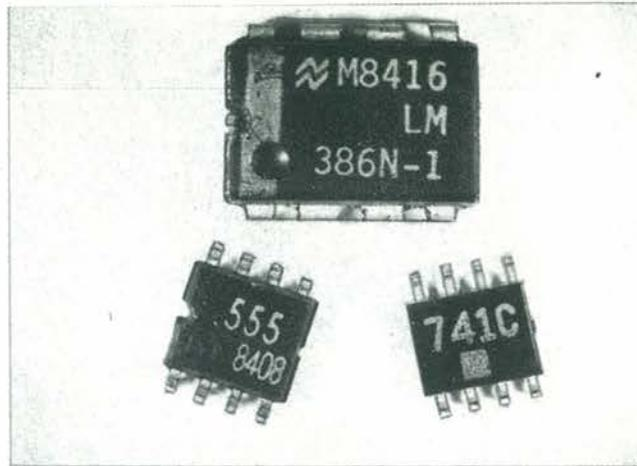
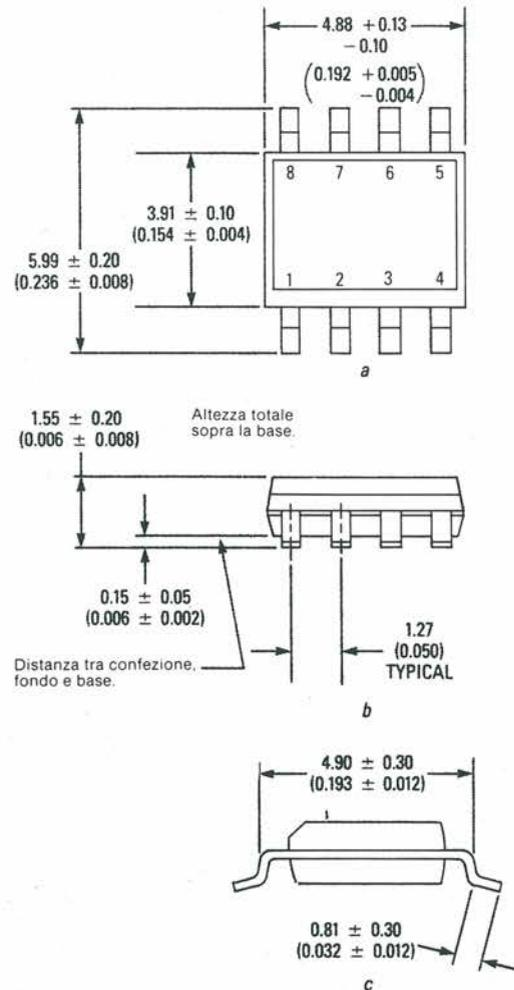

Figura 7.
Figura 8. Vista dall'alto (a), vista laterale (b) e vista frontale (c) del circuito SO a 8 piedini della Texas Instruments.
Vari tipi di induttori e trasformatori toroidali senza terminali adatti al montaggio superficiale sono oggi disponibili. I valori delle induttanze variano da poche decine di nH fino a un mH. La Figura 7 presenta alcuni tipi di questi induttori adatti al montaggio superficiale.
I più popolari circuiti integrati per montaggio superficiale, sono i DIP Small-Outline (SO) sviluppati dalla Philips. Un componente SO occupa circa un quarto della superficie richiesta dal suo equivalente DIP. Una importanza ancora maggiore è data dal bassissimo profilo delle configurazioni SO. La Figura 7 presenta due componenti SO a 8 piedini messi a confronto con due mini-DIP convenzionali, sempre a 8 piedini, mentre la Figura 8 mostra un SO a 8 piedini. Da notare che i piedini di un componente SO hanno il centro a 50-mil rispetto 100-mil dei DIP. Mentre i terminali della maggior parte dei componenti sono a forma di ala di gabbiano, i tipi più recenti distribuiti dalla Texas Instruments dispongono di pie-